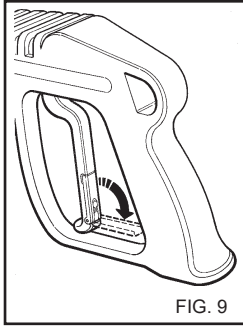

FIG. 9
- Quando l'idropultrice non viene utilizzata chiudere il dispositivo di sicurezza dell'impugnatura (fig. 9).